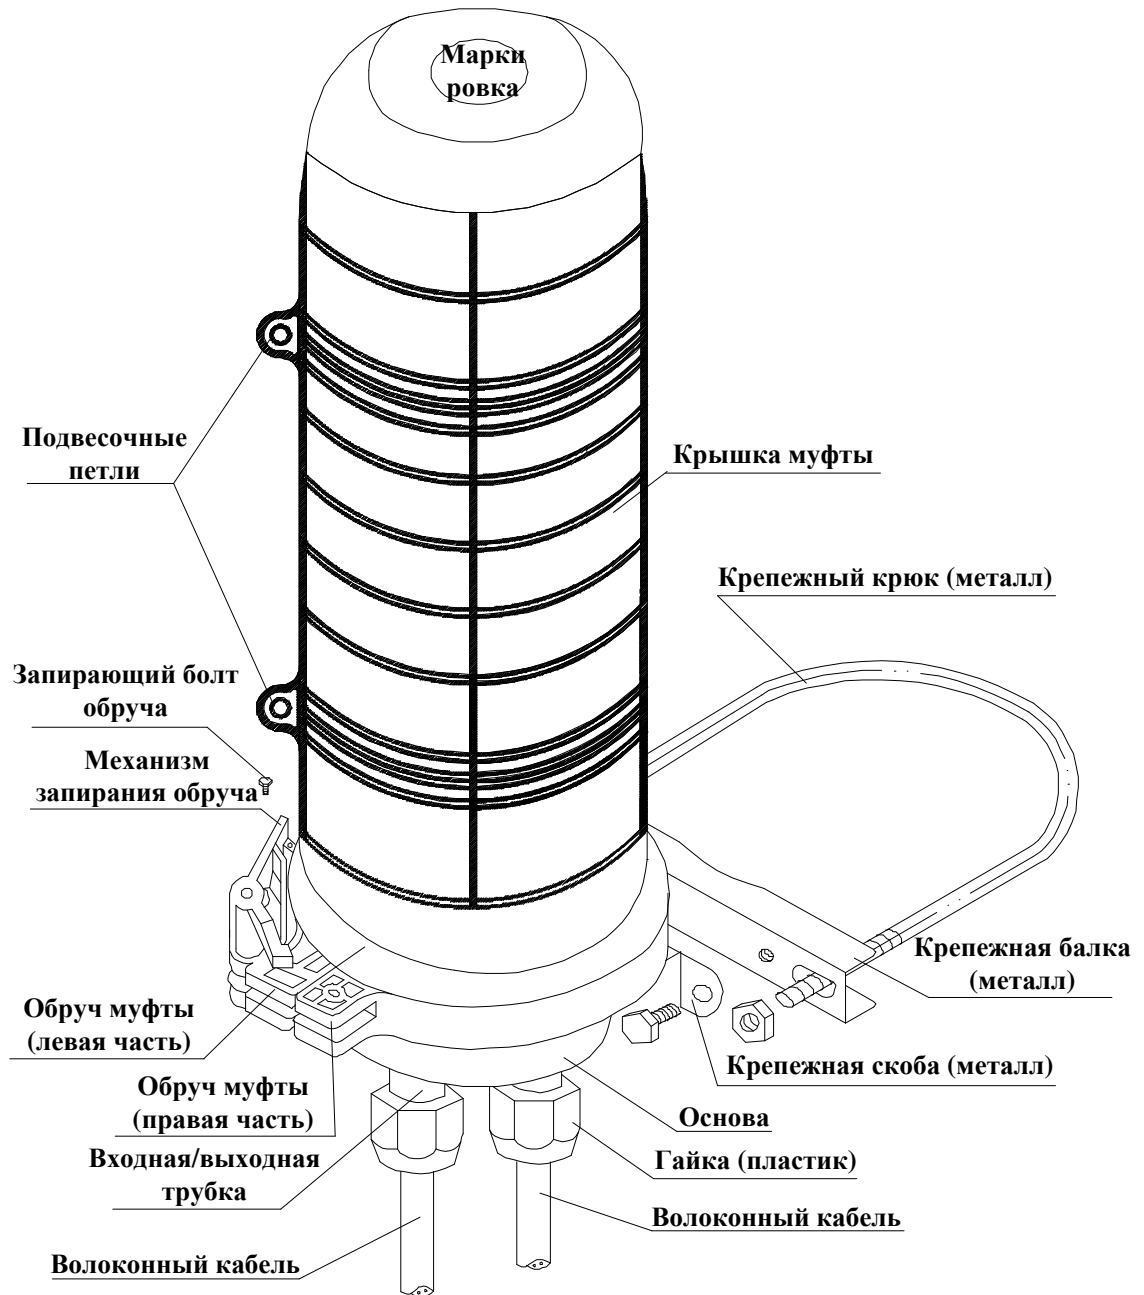

Рисунок 8
- ① При воздушной протяжке: закрепите металлический обруч и рейку на столбе (или другой опоре). Следуйте указаниям рисунка 8.
- ② При монтаже на стенах зданий: закрепите крепежную скобу на стену, используя крепежные болты. (Металлический обруч в этом случае не нужен). При подземной прокладке: металлический обруч не нужен.
6.9.5 Смотрите рисунок 8